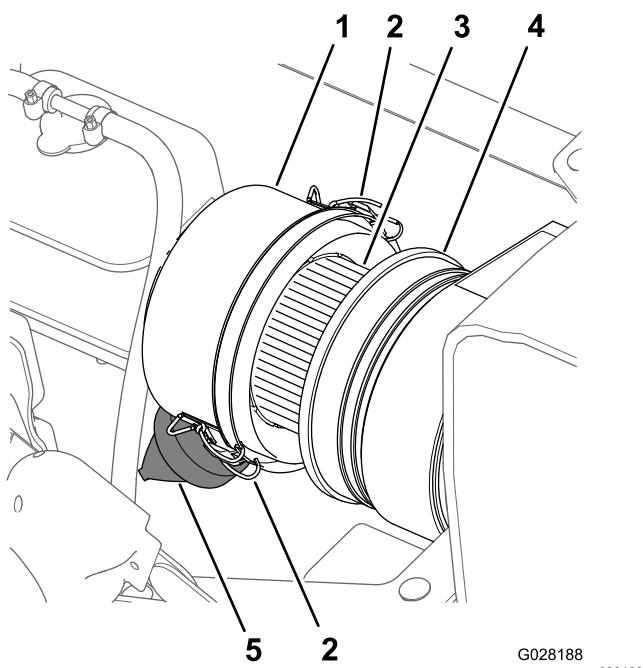
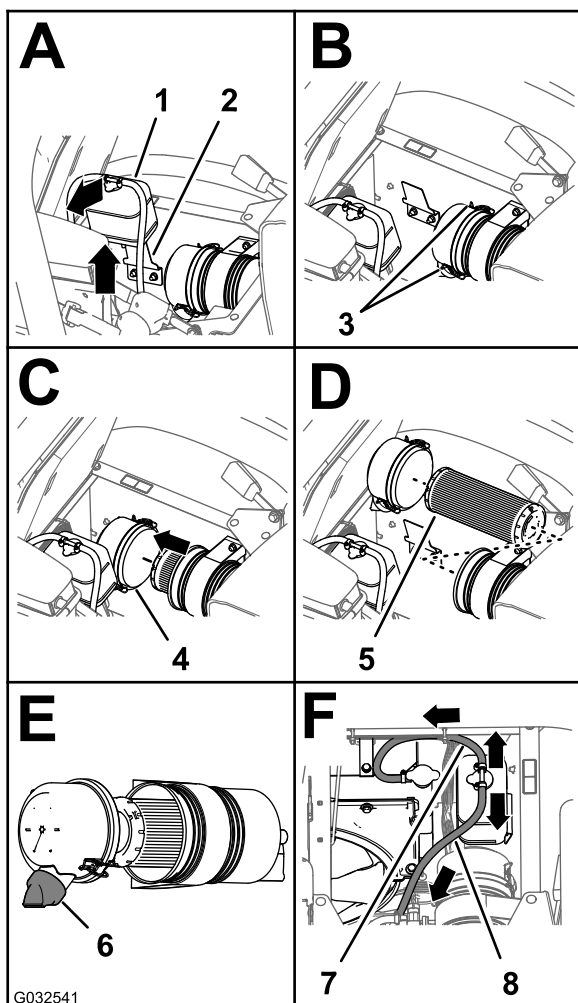

Figura 73
Figura 74
3. Pulite il coperchietto antipolvere e il corpo del filtro dell'aria (Figura 73).
4. Controllate il corpo del filtro dell'aria per escludere danni che possano causare una perdita d'aria (Figura 73).
5. Comprimete la valvola antipolvere per pulirla da sporcizia, polvere e detriti (Figura 73).
7. Verificate l'elemento del filtro dell'aria per escludere un eccessivo accumulo di polvere, sporcizia e detriti (Figura 73).
8. Montate il coperchietto antipolvere sul corpo del filtro dell'aria e fissatelo con i 2 fermi (Figura 73).
2. Pulite il coperchietto antipolvere e il corpo del filtro dell'aria (Figura 73).
3. Sollevate il serbatoio di troppopieno del refrigerante ed estraetelo dalla staffa di supporto del serbatoio (Figura 74).
4. Allentate i 2 fermi che fissano il coperchietto antipolvere al corpo del filtro dell'aria (Figura 74).
6. Pulite l'interno del coperchietto antipolvere, corpo del filtro dell'aria e valvola antipolvere con un panno umido (Figura 73 e Figura 74).
7. Inserite l'elemento del filtro dell'aria nel corpo del filtro dell'aria (Figura 74).
8. Montate il coperchio sul corpo del filtro dell'aria e fissatelo con i 2 fermi (Figura 74).
Nota: Assicuratevi che la valvola antipolvere sia allineata tra le posizioni a ore 5 e ore 7 vista dall'estremità (Figura 74).
9. Allineate il serbatoio di troppopieno del refrigerante alla staffa di supporto del serbatoio e posizionate saldamente (Figura 74).
Importante: Assicuratevi che il flessibile di sfiato della pressione sia disposto in avanti e verso il basso e che il flessibile di sfiato del serbatoio sia disposto indietro, come illustrato nella Figura 74.